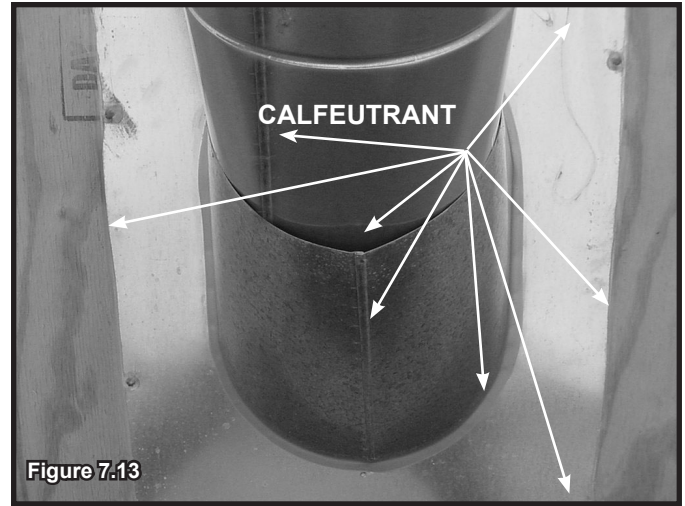

Figure 7.13
- Glissez le solin en tôle galvanisée sur le conduit qui sort du toit, comme il est indiqué à la Figure 7.13.
- Calfeutrez le périmètre du solin, là où il entre en contact avec la surface du toit. Voir figure 7.13